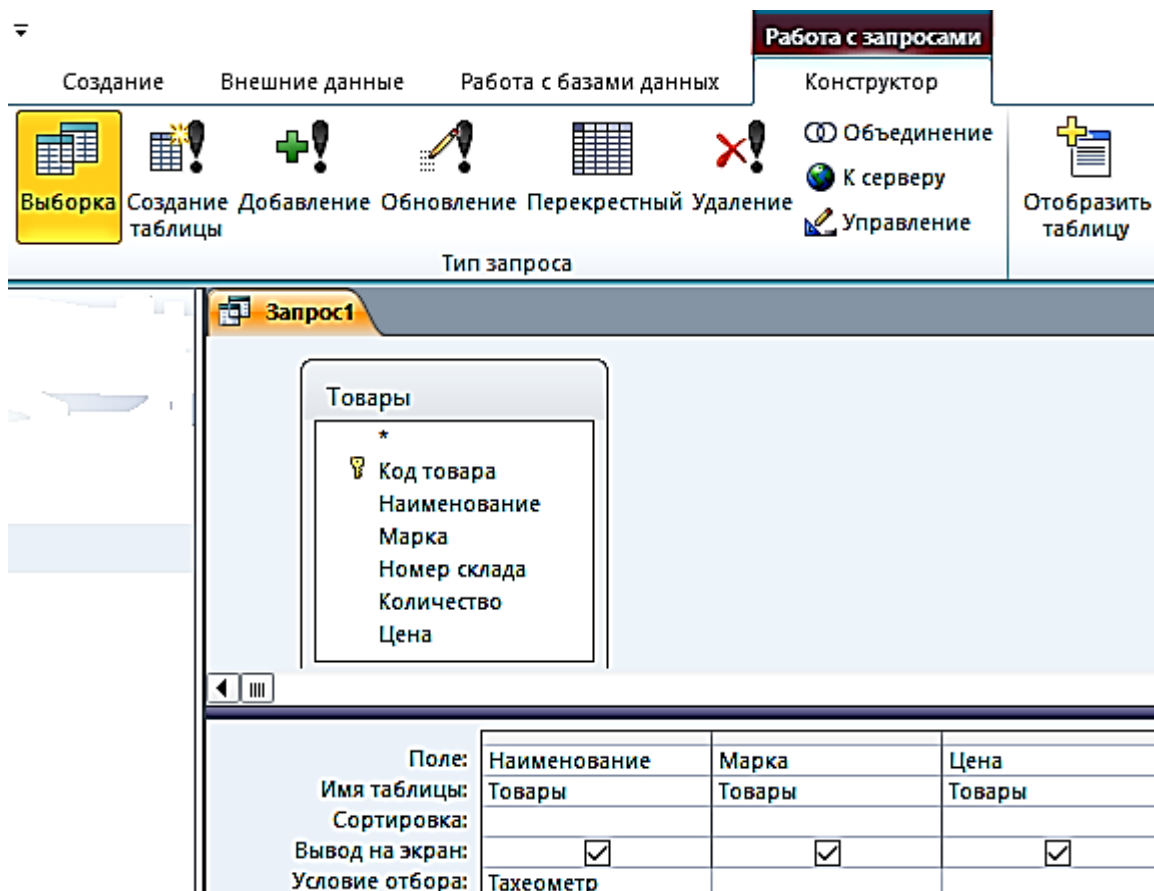

Рис. 2.1. Окно конструктора запроса на выборку
3. В окне конструктора (рис. 2.1) последовательно перетащите из списка полей таблицы «Товар» поля **Наименование**, **Марка** и **Цена** в столбцы бланка запроса в строку **Поле**. Для этого необходимо щелкнуть двойным щелчком на имени поля таблицы в схеме данных запроса.